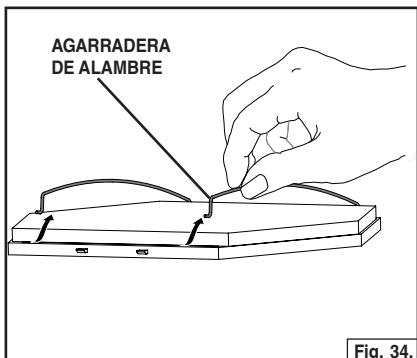

Fig. 34.
- C. Retire el filtro de carbón quitando las agarraderas de alambre del filtro principal. Fig. 34.